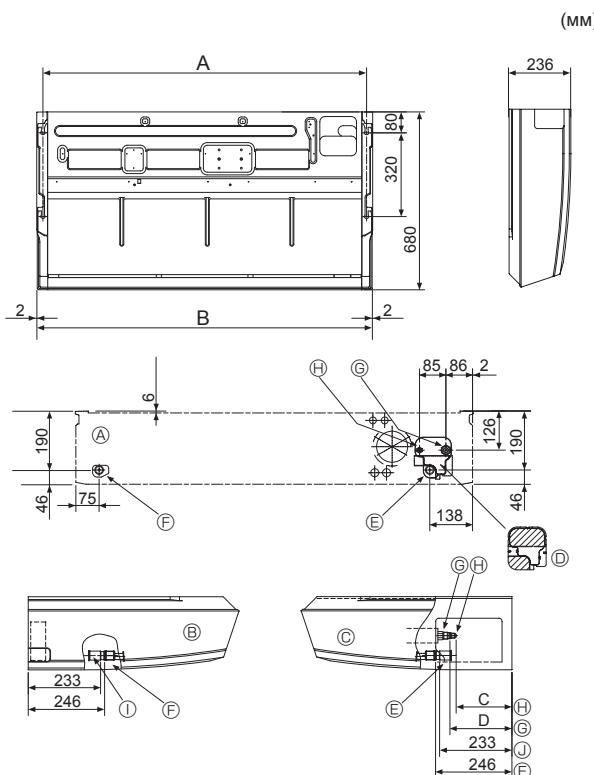

Fig. 3-2
①	Прокладка	4 шт.
②	Покриття труби	1 шт. великого діаметра (для газових труб)
③	Покриття труби	1 шт. малого діаметра (для труб, якими протікає рідина)
④	Стрічка	4 шт.
⑤	З'єднувальна муфта	1 шт. з маркуванням «UNIT» (БЛОК)
⑥	Покриття муфти	1 шт.
⑦	Покриття дренажних труб	1 шт.
⑧	Конусна гайка	1 шт. Ø 6,35 (лише M60)
3.2. Підготовка до встановлення (Fig. 3-2)